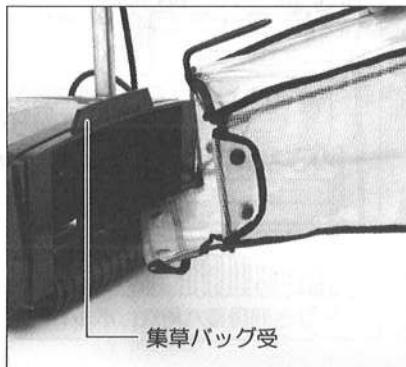

図8
(図8参照)
②本機後部に上から下に向けて集草バッグ受に引っ掛けしてください。(図8、9参照)